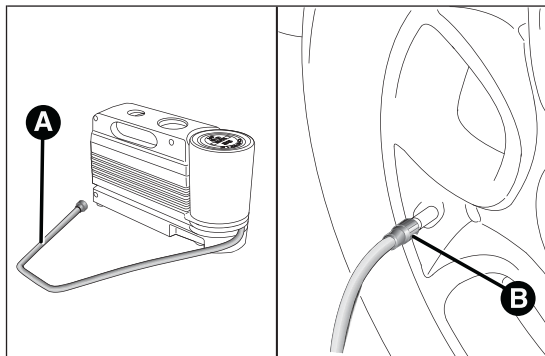

fig. 110
- ❑ **Accionar el freno de mano.** Aflojar el capuchón de la válvula del neumático, extraer el tubo flexible de llenado A fig. 110 y apretar la corona B en la válvula del neumático;